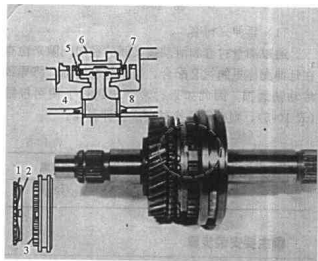

图 10-56
在安装完同步器后, 检查 3 个滑块在齿圈齿毂滑槽槽内的滑动配合 (图 10-56)。
不要忘记在图 10-56 中标记的二档齿轮侧的同步器齿圈②和同步器齿毂之间安装同步弹簧①。